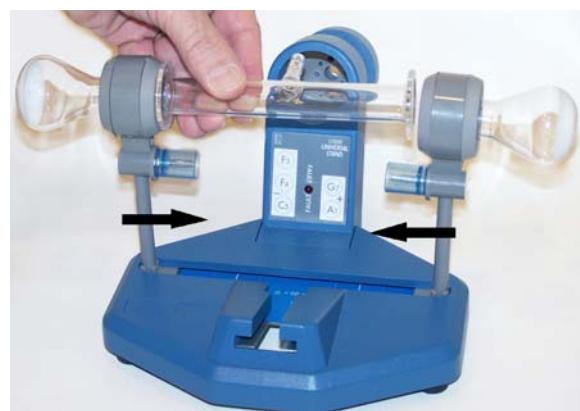

Fig. 3
- Inserire il tubo nei supporti. Per garantire il saldo posizionamento del tubo di vetro, spostare leggermente verso il centro entrambi i supporti (v. Fig. 3).